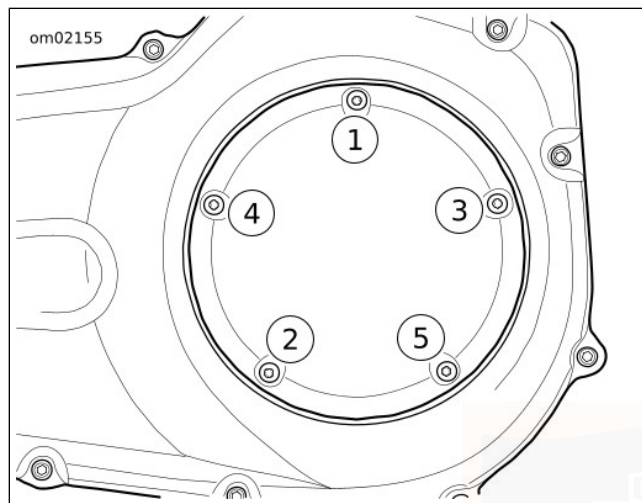

Figura 56. Sequenza di serraggio del coperchio della frizione
- c. Fissare il coperchio (2) di accesso alla frizione con viti e rondelle prigioniera (3).
- d. Vedere Figura 56 . Serrare nella sequenza mostrata a una coppia di 9,5–12,2 N·m (84–108 **in-lbs**).